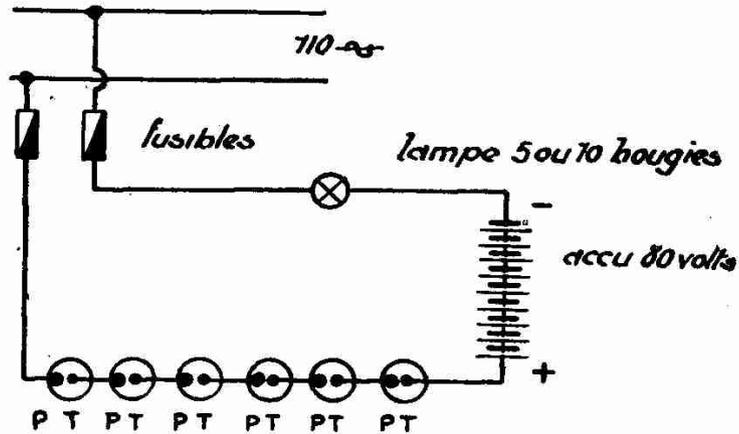

fig. 12
Nous donnons fig. 12 le schéma de montage dont la réalisation est très simple (1).